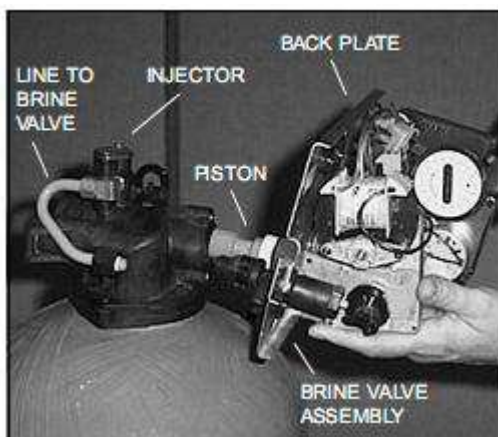

Рис. 1. Снятие привода и плунжера.
5. Возьмите привод клапана с двух сторон и аккуратно снимите его, вытянув при этом также заглушку плунжера и плунжер из корпуса клапана (см. рис. 1).
19. Удерживая одной рукой привод клапана, а другой рукой плунжер, установите плунжер в канал клапана и медленно задвиньте плунжер и заглушку плунжера в канал (см. рис. 1).